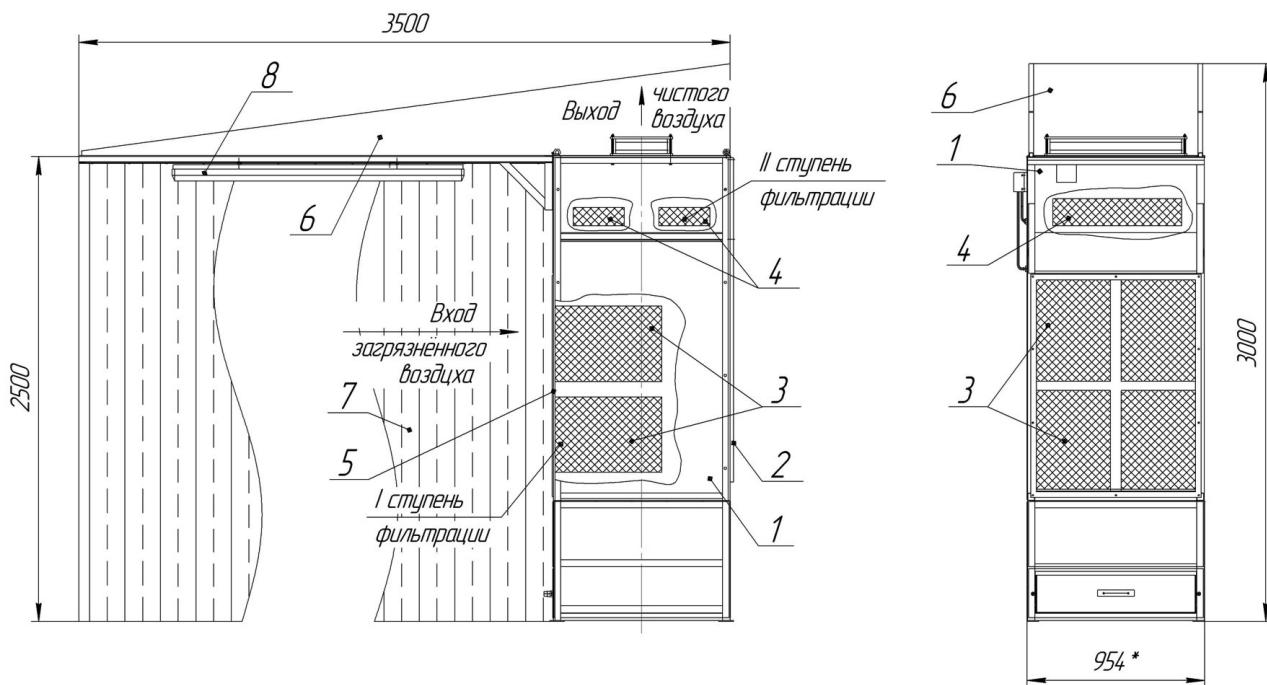

Рис. 2 Схема камеры КФВ-ОН с накопительной системой фильтрации воздуха
Камера КФВ-ОН, с накопительной системой фильтрации (рис.2), состоит из корпуса камеры (1), съемной двери (2) с вентиляционной решеткой (5), потолочного укрытия (6) с защитными шторами (7). За вентиляционной решеткой (5) в корпусе устанавливаются фильтры типа ФяК (3), выполняющие предварительную очистку загрязненного воздуха. Тонкая очистка осуществляется фильтрами типа ФяС-Ф (4), размещеными в верхней части корпуса. Замена фильтров ФяК и ФяС-Ф осуществляется через съемную вентиляционную решетку, расположенную на съемной двери (2).